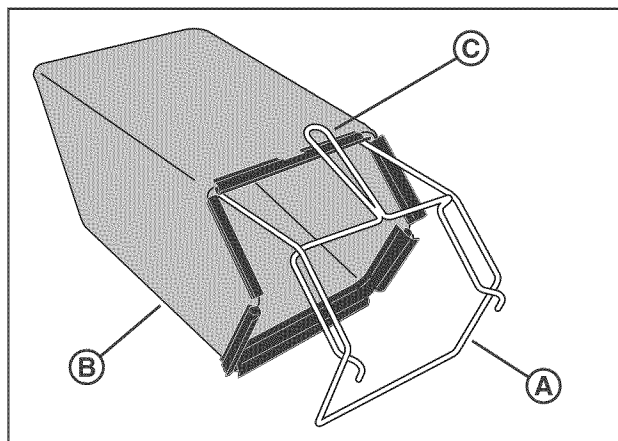

Figura 6: Instalación del armazón
1. Deslice el armazón (A, Figura 6) dentro de la bolsa de césped (B). Verifique que la manija (C) esté en el lado exterior de la bolsa de césped.